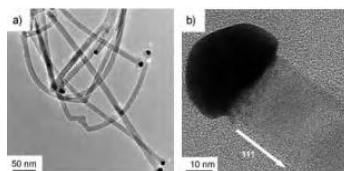

Рис. 3.
6. Объясните, почему вещество Y в указанных на схеме 1 условиях формируется в виде «нанопроводов» (рис. 3)? (1 балл)